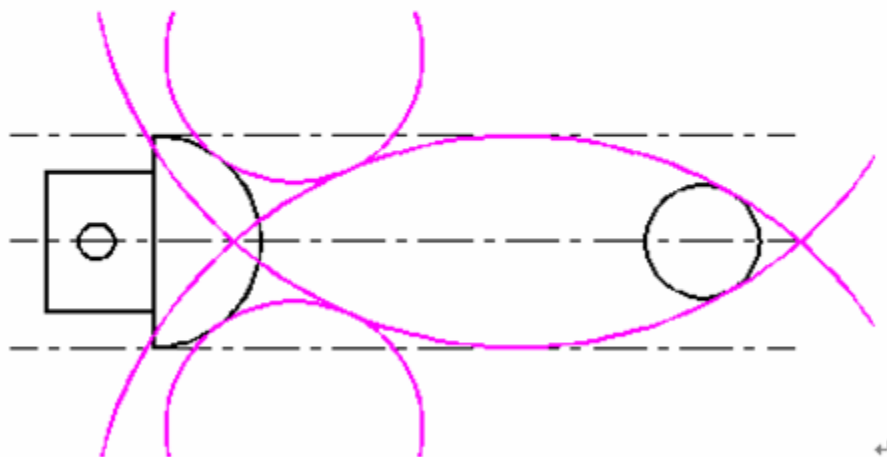

图 2-14 画中间圆弧、连接圆弧
②画中间圆弧。调用“圆”命令绘制中间圆弧 $R60\text{mm}$ ，如图 2-14 所示。
③画连接圆弧。调用“圆”命令绘制连接圆弧 $R18\text{mm}$ ，如图 2-14 所示。